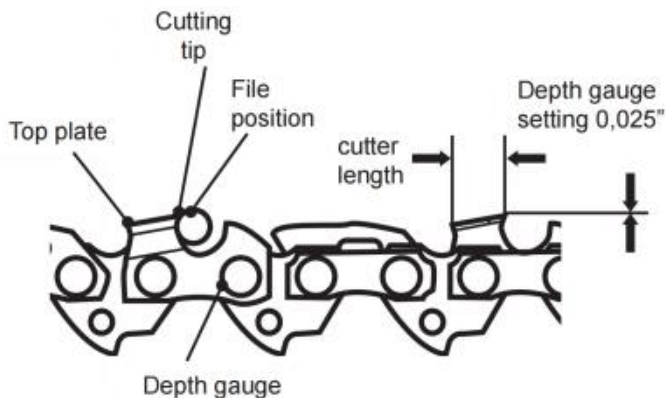

Fig. 75
9. Verwenden Sie ein Tiefenmessgerät, um die Höhe von Tiefenmesser. Tiefenmessvorrichtungen sind erhältlich bei die meisten seriösen Werkzeughändler (Abb. 75).